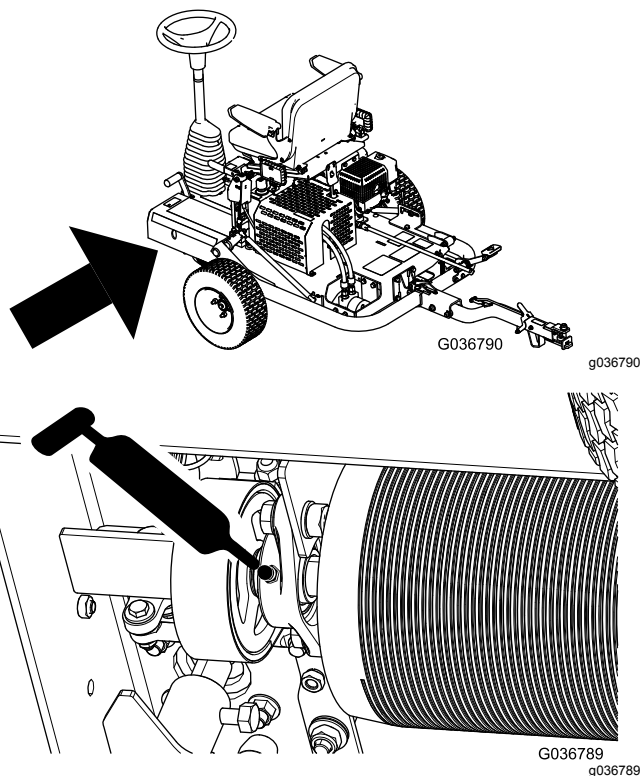

Figura 25
3. Bombee grasa en el punto de engrase, tal y como se muestra en la Figura 25.